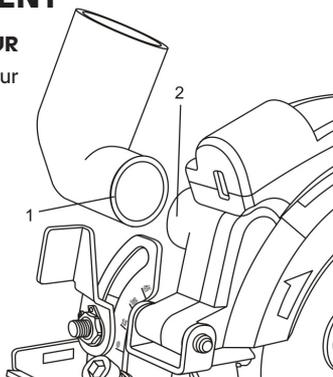

Figure 6
1. Placer la petite extrémité de l'adaptateur pour aspirateur (1) sur l'orifice d'aspiration (2) du boîtier de la lame (figure 6).